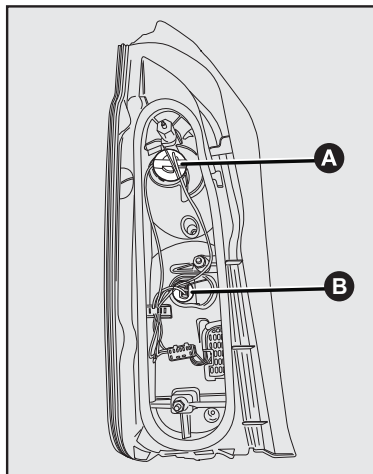

fig. 36
1) Remover o porta-lâmpada **A-fig. 36**, girando-o no sentido anti-horário;
1) Remover o porta-lâmpada **B-fig. 36**, girando-o no sentido anti-horário;